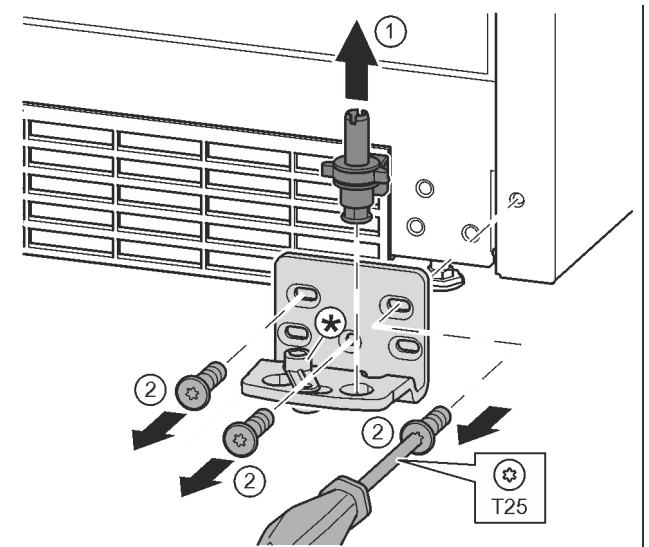

Fig. 15
- ▶ Lagerbolzen komplett nach oben herausziehen. *Fig. 15 (1)*
- ▶ Schrauben mit Schraubendreher T25 herausdrehen und Lagerbock abnehmen *Fig. 15 (2)*